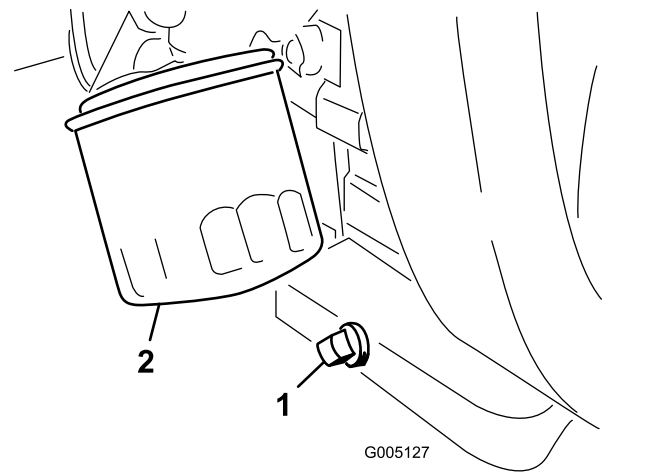

Bild 43
- Entfernen Sie die Ablassschraube (Bild 43) und lassen Sie das Öl in die Auffangwanne ab.
- Reinigen Sie das Gewinde der Ölabblassschraube, bringen Sie etwas PTFE-Dichtmittel auf und schrauben Sie die Ablassschraube wieder auf (Bild 43).
- Entfernen Sie den Ölfiter (Bild 43).